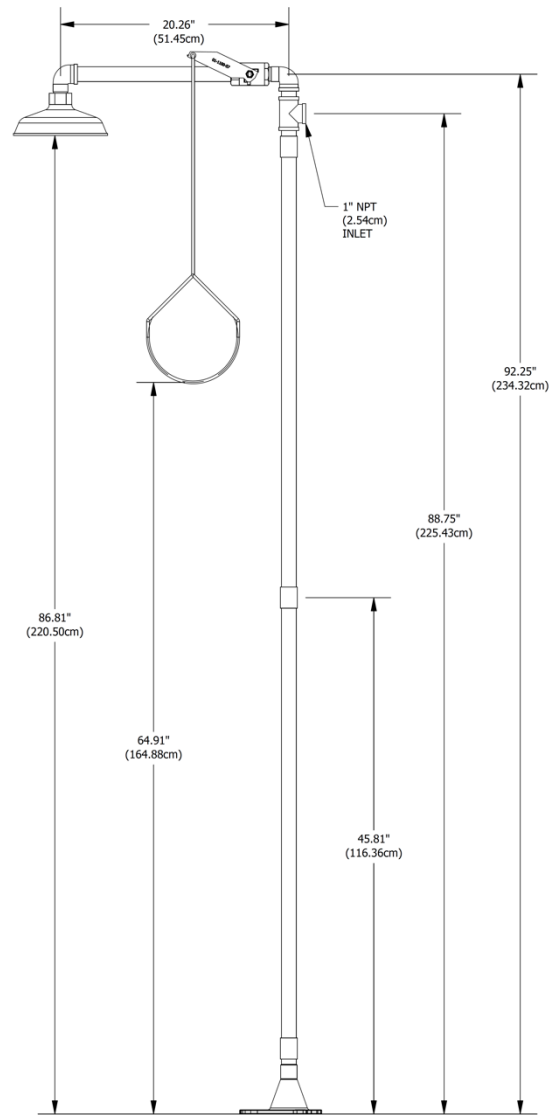

FIGURA 3
9. Véase la **Figura 3** para apreciar las medidas de montaje finales que se recomiendan.